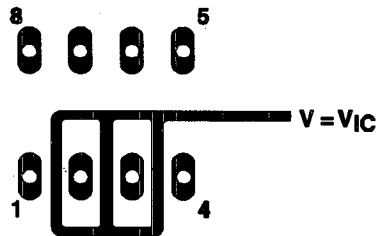
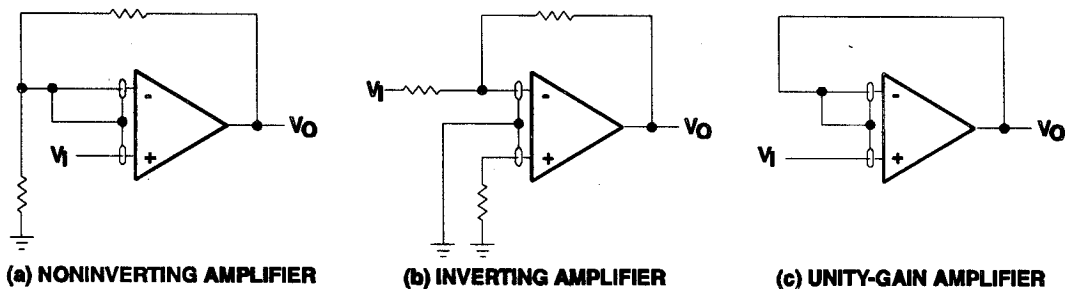

图101 围绕器件输入端的隔离金属（JG和P封装）
图107 保护环电路
1. 隔离器件与其它可能的泄漏源。用接地屏蔽围绕和隔离器件输入端（见图101）。将流向输入端的泄漏旁路掉。
由于极高的输入阻抗导致低偏置电流需求。TLC271很适合于低电平信号处理；然而，印刷电路板和插座的漏电流容易超过偏置电流需求而造成器件性能减退。实践证明比较好的办法是围绕输入端加保护环（与镜间 蚀孔柿蝶一节中图101的情况相同）。这些保护环应在与共模输入相同的电平上由低阻抗源驱动（见图107）。